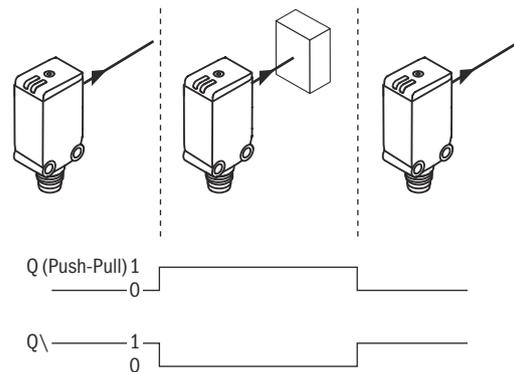

Figura 7: Comportamento de comutação
- 2 A distância de comutação é ajustada com a pressão da tecla de teach-in simples até que o LED amarelo comece a piscar lentamente. Recomendamos colocar o estado de comutação no objeto, exemplo na figura acima. Depois que a distância de comutação for ajustada, o objeto é removido do caminho do jato, o que faz com que o plano de fundo seja suprimido e a saída de comutação se altere (ver figura 7, página 157).
Se a saída de comutação não se comportar conforme o diagrama acima, verifique as condições da aplicação, ver figura 7, página 157.